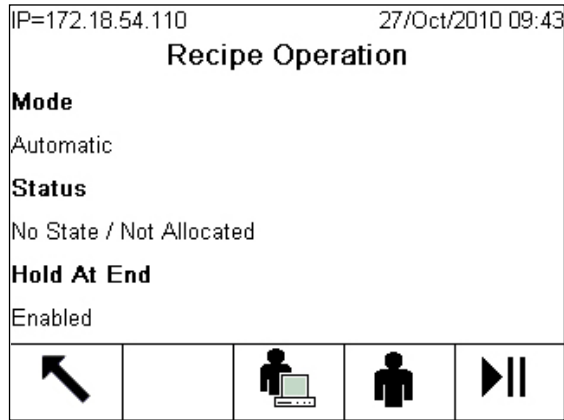

Figura 2-19: Pantalla Operación de receta
Aquí se muestra el modo seleccionado, y aparecen las teclas programables para los otros dos. En la Figura 2-19, el modo automático está seleccionado, y se muestran las teclas programables Semiautomático  y Manual .
Para habilitar **Hold At End**, ingrese en la pantalla Operación de receta (Figura 2-19) y presione . El lote actual hará una pausa cuando se complete, y el sistema esperará hasta que el operador reanude la orden.
Por ejemplo, la pantalla que se muestra en la Figura 2-19) indica que el sistema se detendrá una vez que haya finalizado la ejecución del lote actual. Si se presiona esta tecla programable, se permitirá que continúe con el siguiente lote sin que se detenga.
Al presionar la tecla programable **CAMBIAR MODO** en esta pantalla, aparece la pantalla **Operación de receta** (Figura 2-19).
-  2 / 4 Ingresa en la pantalla **Operación de receta** (Figura 2-19).